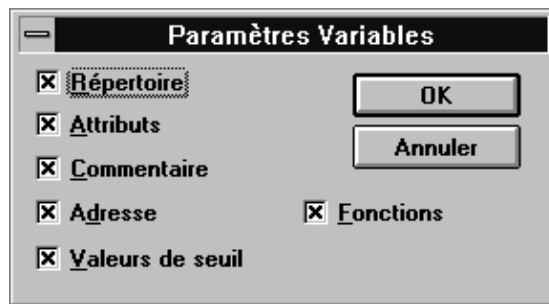

Figure 15-2 La boîte de dialogue Paramètres pour le chapitre Variable
*Paramètres* Les paramètres sont spécifiques à chaque type d'objet. Un objet d'un type d'objet est composé de diverses parties lors de la configuration. Certains réglages sont facultatifs, d'autres sont obligatoires. Vous pouvez indiquer si vous voulez imprimer toutes les parties d'un objet ou seulement les parties sélectionnées. La figure 15-2 donne comme exemple la boîte de dialogue dans laquelle vous pouvez entrer les paramètres pour les variables.